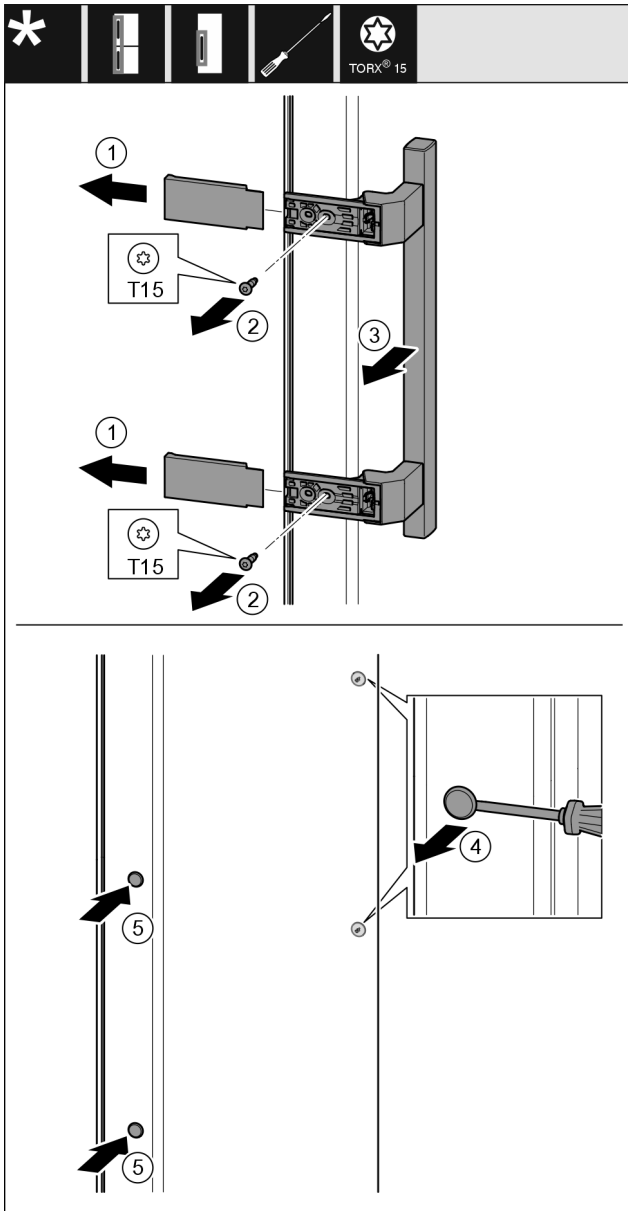

Fig. 20
- Dra av skyddet Fig. 20 (1).
- Skruva ur skruvarna Fig. 20 (2) med en skruvmejsel.
- Ta bort handtaget Fig. 20 (3).
- Använd en spårskruvmejsel och lyft försiktigt pluggen på sidan Fig. 20 (4) och dra ut den.
- Sätt in pluggen Fig. 20 (5) på den andra sidan igen.